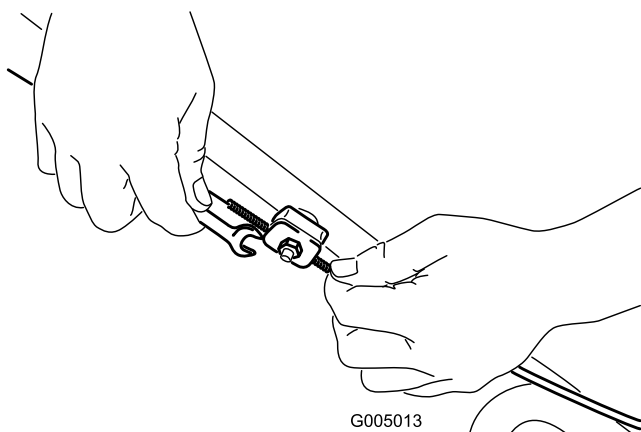

Figura 36
1. Afloje la tuerca del soporte del cable (Figura 36).